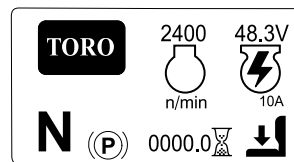

Figura 20
- **Pantalla principal de información (Figura 20):** muestra información sobre el estado actual de la máquina cuando la llave está en la posición de ENCENDIDO.